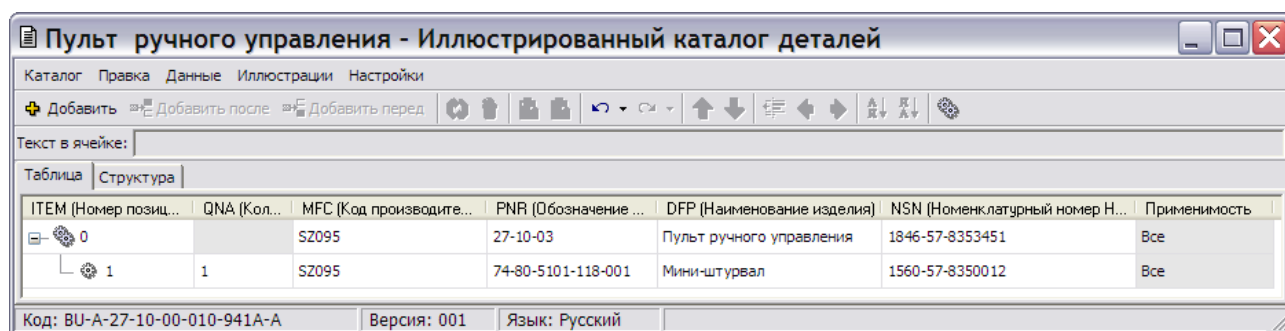

Рис. 6.21
- Заполните ячейки вложенной позиции значениями (Рис. 6.21).